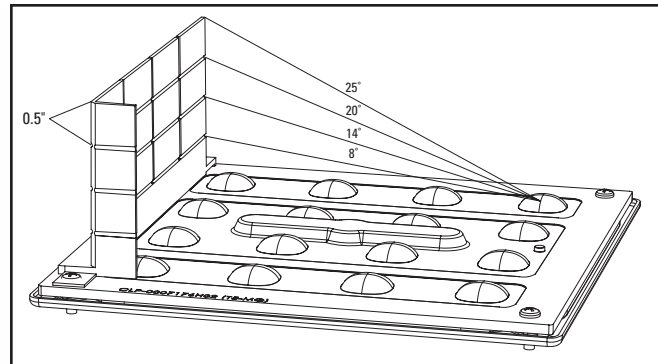

Figure 1.
11. Antes de instalar, calcule las dimensiones del escudo necesarias, ajustando la altura o el ancho cortando a lo largo de las secciones ranuradas (opcional). (Fig. 1)